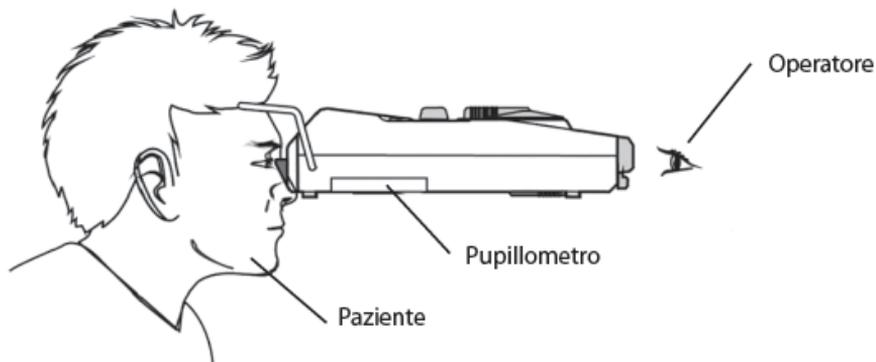

Fig.6
- b. Invitare il paziente ad appoggiare la fronte ed il naso sui relativi punti di appoggio, quindi mantenere il dispositivo in posizione orizzontale (come mostrato in Fig.6).